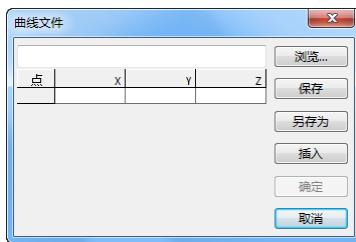

图 6-39 “曲线文件”对话框
**01** 新建零件图,执行通过 XYZ 点的曲线命令。在菜单栏中选择“插入”→“曲线”→“通过 XYZ 点的曲线”命令,或者单击“曲线”工具栏中的“通过 XYZ 点的曲线”图标按钮 ,此时系统弹出如图 6-39 所示的“曲线文件”对话框。
**01** 新建零件图。执行通过 XYZ 点的曲线命令。在菜单栏中选择“插入”→“曲线”→“通过 XYZ 点的曲线”命令，或者单击“曲线”工具栏中的“通过 XYZ 的曲线”图标按钮 ，此时系统弹出如图 6-39 所示的“曲线文件”对话框。